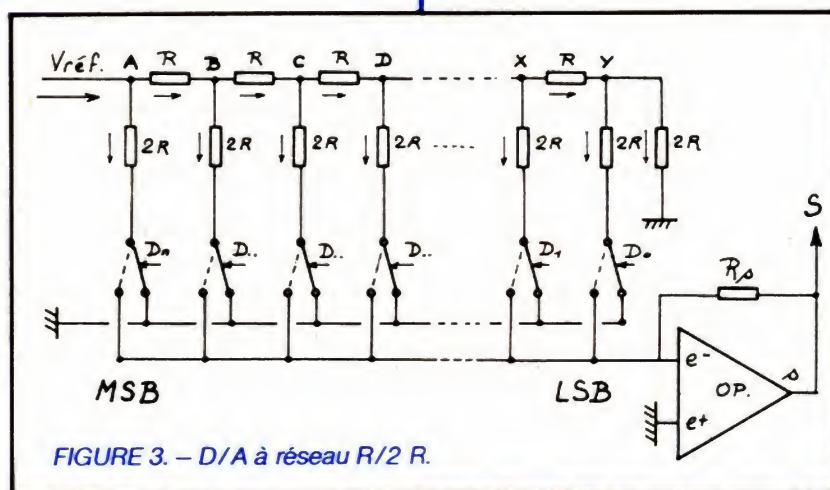

FIGURE 3. – D/A à réseau R/2R.
**Systèmes à réseau R/2R** (voir figure 3)